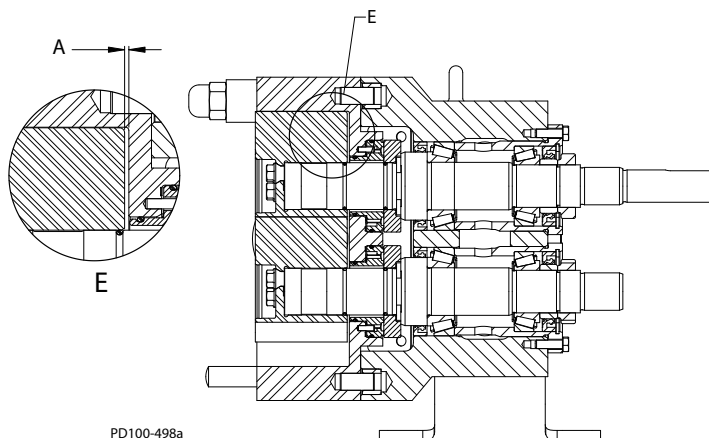

Figura 57 - Jocul dintre rotor și corp
1. Măsurați jocul dintre rotor și corp conform Schiței E, articolul A din Figura 57. Înregistrați acest număr.